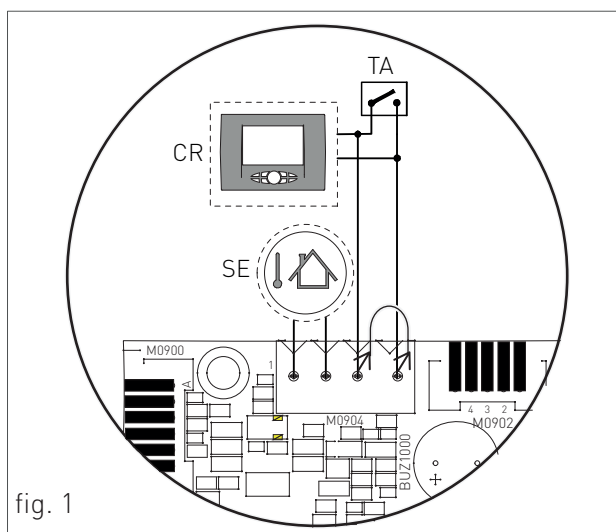

fig. 1
- Para la sonda de temperatura externa, conectar los dos conductores no polarizados en los contactos de la caja de conexiones M0904 (ver 'SE' fig.1).
- Para el Termostato ambiente o Control Remoto quitar primero el puente en los contactos de la caja de conexiones M0904 y sucesivamente conectar los dos conductores no polarizados del Termostato ambiente o Control Remoto (ver 'TA' o 'CR' fig.1).
- › Para todos los trazados horizontales de los conductos de descarga y de aspiración de aire, se recomienda prever una pendiente en subida (hacia la caldera) mínima del 2% (ver fig.1) de modo de evitar el ingreso de agua pluvial, polvo u objetos extraños en el interior del conducto.
Para este tipo de caldera están disponibles las siguientes configuraciones de descarga de humos: C12, C32, C42, C52, C62 e C82 (ver Fig. 1).